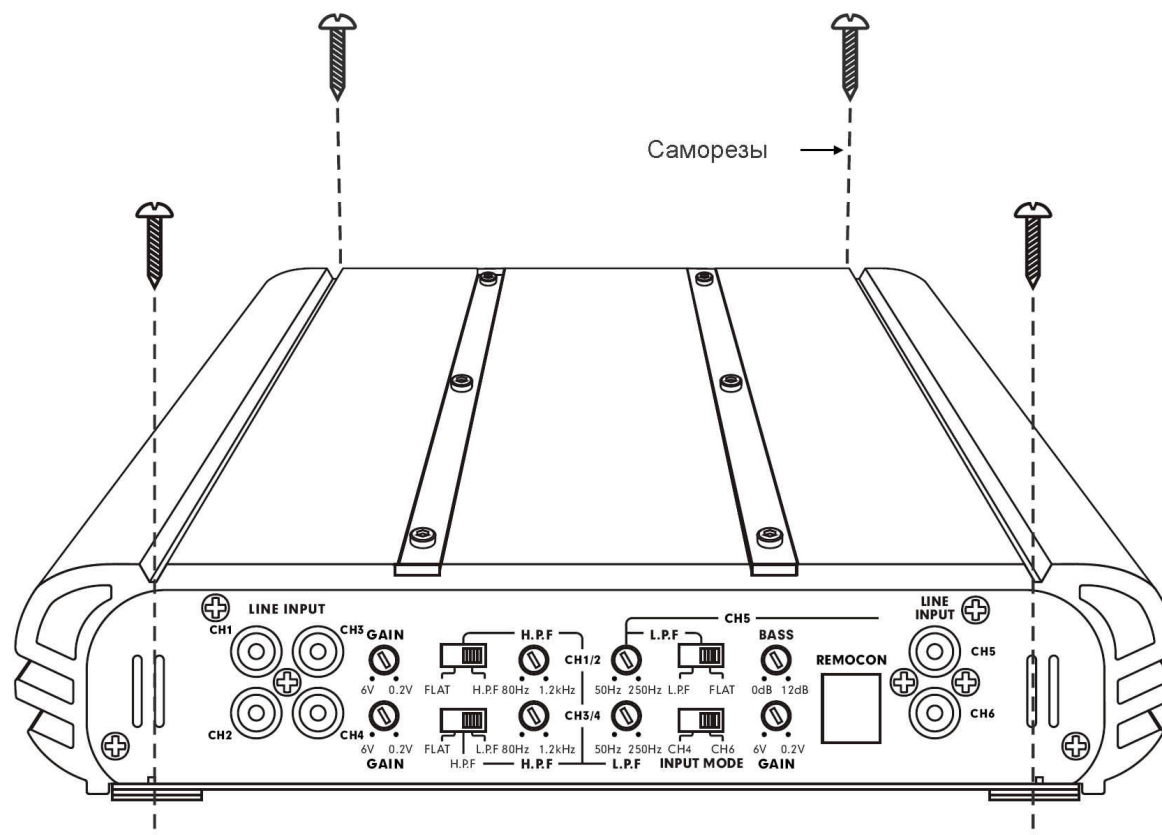

Рис. 1
- Закрепите усилитель четырьмя саморезами (рис.1).